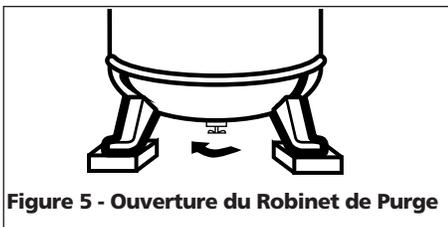

Figure 5 - Ouverture du Robinet de Purge
1. Ouvrir le robinet de purge et faire fonctionner le compresseur pour 60 minutes (Voir la Figure 5).
| Purger le réservoir (Voir la Figure 5)                              | ●                    |         |                    |        |